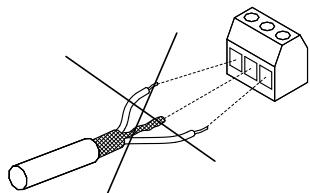

Рис. 154 Не скручивайте экран
- Не скручивайте экран для подключения к клемме. См. рис. 154. Вместо этого используйте скобы для крепления кабеля или специальную кабельную муфту.